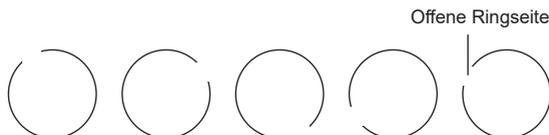
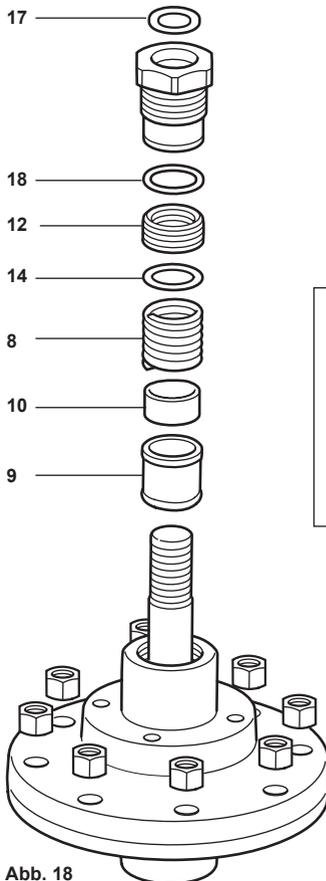

Abb. 17
Abb. 18
5.3 Austausch der PTFE-Stopfbuchspackung (siehe Abbildung 18)
- Die Kontermutter von der Ventilspindel (20) abschrauben und die Ventilkegel-/Stangenanordnung entfernen (mit Käfig bei druckentlasteten Ausführungen).
- Die PTFE-Stopfbuchspackung (12) entfernen und entsorgen. Alle Metallkomponenten, wie Unterlegscheibe (14), Feder (8), Führungsbuchse (9) und Distanzstücke (10) herausnehmen und zählen. Die Anzahl variiert je nach Nennweite des Ventils. Diese Teile auf Anzeichen von Beschädigung oder Verformung kontrollieren und falls notwendig ersetzen.
- Die gesamte Stopfbuchshalterung reinigen und die Komponenten in die richtige Reihenfolge (siehe Abb. 17) einsetzen.
- Die Graphitdichtung (26) entfernen und entsorgen. Alle Metallkomponenten, wie Unterlegscheibe (14) und Distanzstücke (10) herausnehmen und zählen. Die Anzahl variiert je nach Nennweite des Ventils. Diese Teile auf Anzeichen von Beschädigung oder Verformung kontrollieren und falls notwendig ersetzen.